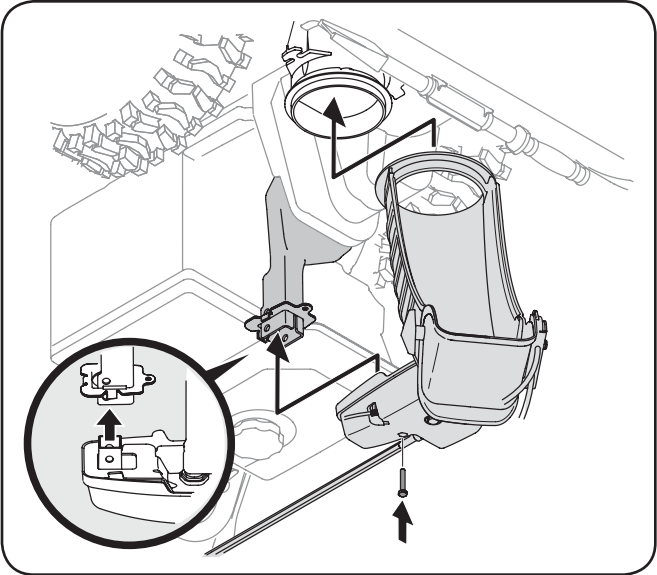

Fig. 3-5
3. Placez la goulotte sur sa base avec la tige hex. placée sous le panneau de bord. Réinstallez le boulon hex. enlevé précédemment mais ne le fixez pas avec l'écrou à oreilles à ce temps. Voir à Fig. 3-5.